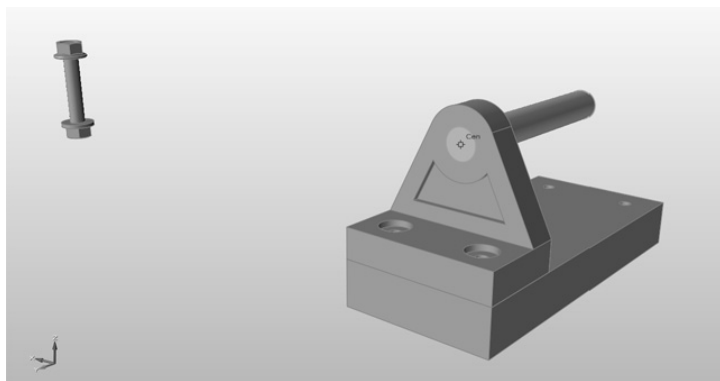

图 3-14
7) 单击铰的中心点并拖动铰，然后将其与托架顶部孔的中心对齐，如图 3-14 所示。